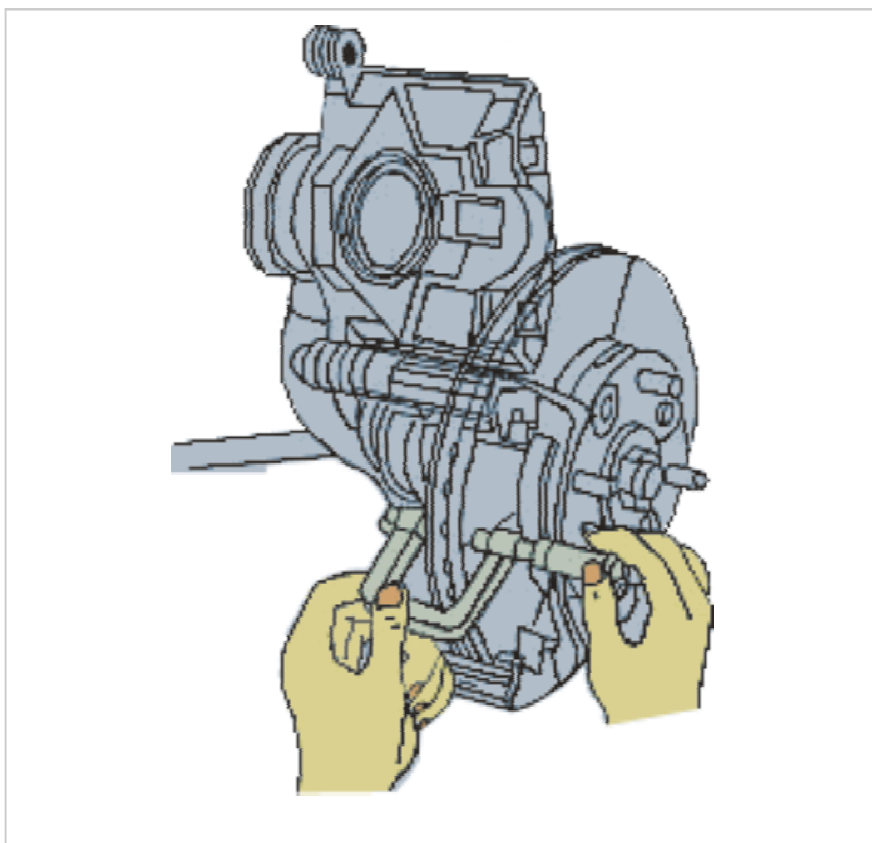

图7-10 测量制动盘厚度
①检查制动盘表面有无损坏和裂纹。彻底将制动盘清理干净，除去所有锈迹进行检查。如果制动盘目检有裂纹、硬点及过深的刻痕，则应更换制动盘。
②检查制动盘表面磨损情况。制动盘工作表面有轻微的摩擦痕迹和制动磨损碎屑是正常的，在检修处理时将它们刮去。当制动盘摩擦痕迹过深或严重磨损、或磨损部均匀时，则应用千分尺测量盘厚。测量点应选在距制动盘边缘10mm、间隔大约45°的8个点处，其方法见图7-10所示。